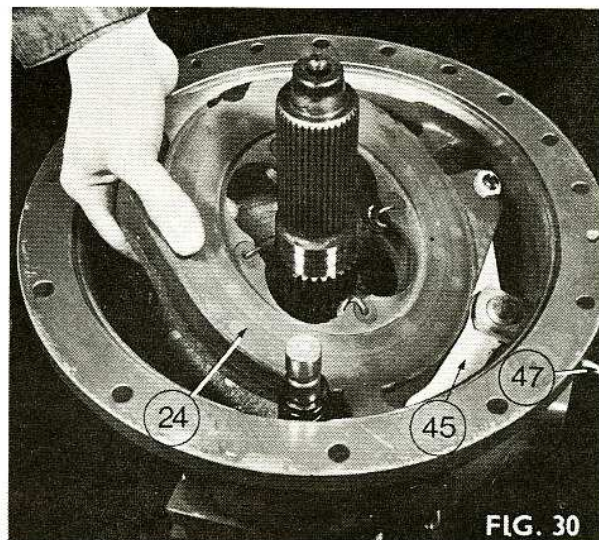
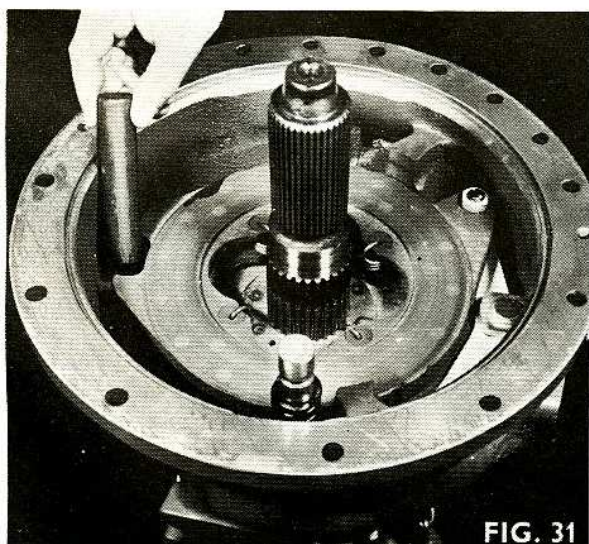

FIG. 30
FIG. 31
4. Fig. 30. Déposer l'ensemble de commande (24).
5. Déposer le second disque de friction (23).
6. Fig. 31. Si nécessaire, déposer l'axe de butée de frein (41 A).
7. Démonter l'ensemble de commande en relâchant les 4 ressorts (44) puis en déposant la tige de commande (47) et la tringlerie (45).
1. Remonter l'ensemble de commande en plaçant les billes (25) et des ressorts neufs (47), puis reposer les tringles (45) et la tige de commande (47).
2. Fig. 31. Reposer l'axe de butée (41A) dans son perçage sur la trompette
4. Placer le disque de friction (23) sur les cannelures des demi arbres
5. Fig. 30. Reposer l'ensemble de commande (24) en engageant la butée (41 A) dans l'encoche.
6. Fig. 31. Si nécessaire, déposer l'axe de butée de frein (41A).
7. Démonter l'ensemble de commande en relâchant les 4 ressorts (44) puis en déposant la tige de commande (47) et les tringles (45).
1. Si nécessaire, remonter l'ensemble de commande en posant les billes (25) et les ressorts (44), puis en reposant les tringles (45) et la tige de commande (47).
4. Poser le premier disque de friction (23) sur les cannelures du demi arbre
5. Fig. 30. Reposer la commande (24A) en engageant la butée dans la gorge.